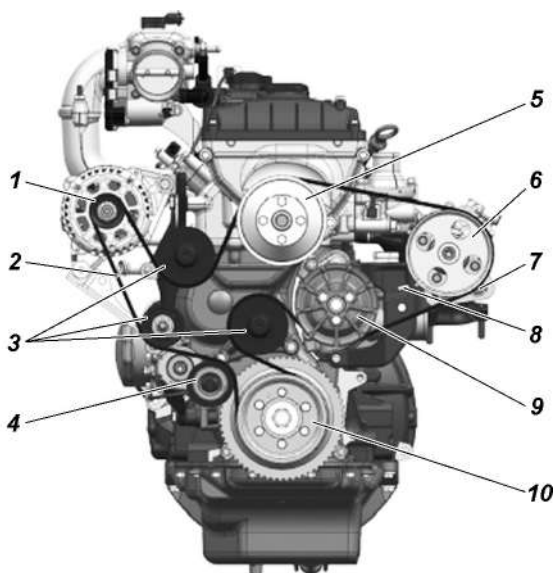

Рис. 9.7. Натяжение ремней привода агрегатов:
**На автомобилях, оснащенных генератором ф. «Егае», без кондиционера,** привод агрегатов осуществляется одним ремнем. Его натяжение регулируется автоматически (рис. 9.7). В процессе эксплуатации необходимо контролировать состояние ремня. При обнаружении его большого растяжения возможна регулировка положения насоса ГУР болтом 8 с целью обеспечения продолжения эксплуатации вытянутого ремня. Фиксация насоса ГУР болтами 7.